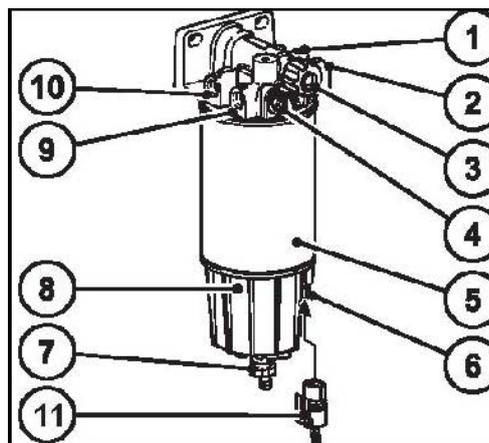

Fig. 162
2. Trekk ut oljepeilepinnen (Fig. 162/1) og rengjør den med en ren klut.
4. Ved behov må oljenivået etterfylles med foreskrevet olje via påfyllingsåpningen (Fig. 162/2,3).
5. Skru ut oljetappeskruen (Fig. 162/4).